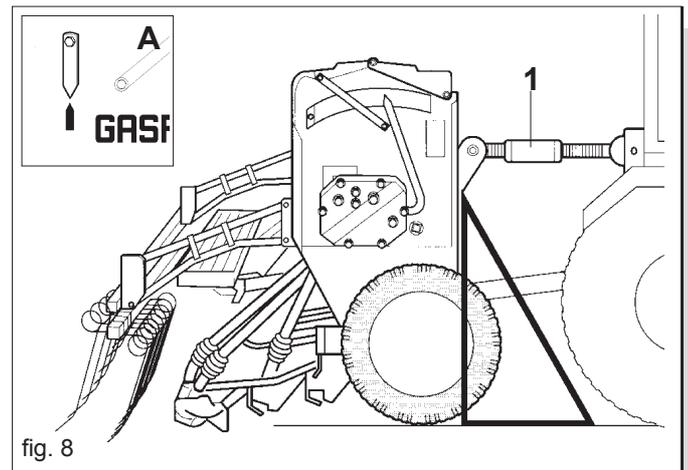

fig. 8
- 1) Die Sämaschine an der Dreipunkte-Kupplung des Schleppers ankuppeln; die Zapfen müssen mit ihren Stiften verbunden werden; durch die Einstellstange (1 Abb. 7-8) die Sämaschine in rechtwinklige Lage zum Boden (Fig.8) bringen. Auf dem Positionsanzeiger auf der links Seitenwand (A Abb. 8) überprüfen, daß sie in der richtigen Lage (senkrecht) ist und eventuell den dritten Punktbetätigen.